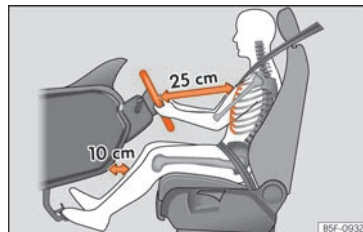

Fig. 86 La distance correcte entre le conducteur et le volant doit être de 25 cm minimum (10 pouces).
- Réglez l'appuie-tête de manière à ce que son bord supérieur soit, dans la mesure du possible, à la même hauteur que la partie supérieure de votre tête, et au moins à la hauteur de vos yeux. Gardez la nuque le plus près possible de l'appuie-tête »» fig. 86 et
- Réglez le volant en le plaçant à une distance minimale de 25 cm (10 pouces) du sternum »» fig. 86, de manière à pouvoir le saisir
- Réglez le siège conducteur dans le sens longitudinal de manière à pouvoir appuyer à fond sur les pédales avec les jambes légèrement fléchies en maintenant les genoux à au moins 10 cm (4 pouces) du tableau de bord »» fig. 86.